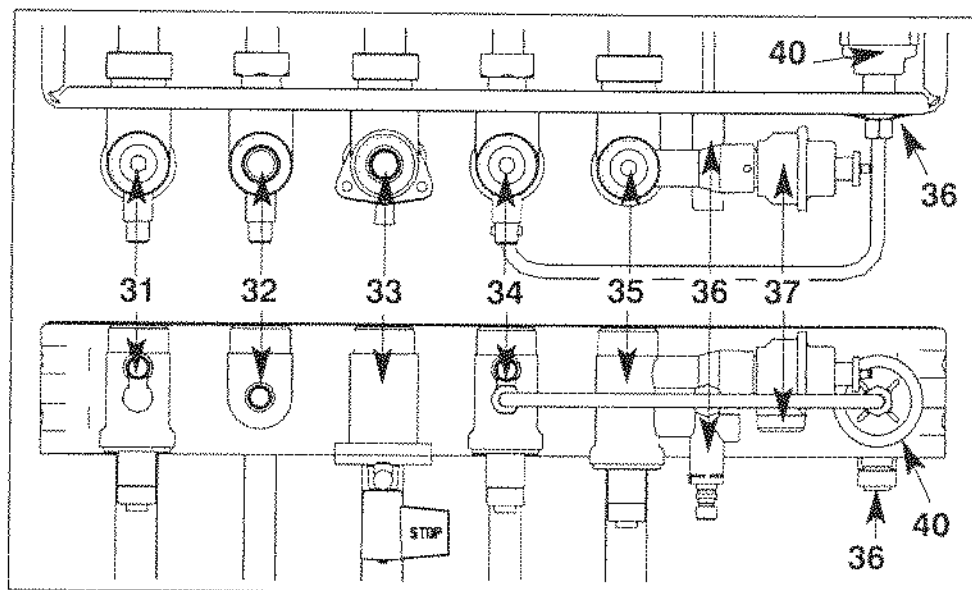

Fig. 22 - vues de dessus et de face
Barrette robinetterie (fig. 22)
4. Ouvrez l'arrivée du gaz en tournant le robinet gaz "33" (fig. 22, page 20), sur la position « ▲ ».
- Coupez l'arrivée du gaz en tournant le robinet "33" (fig. 22, page 20), sur la position «STOP».
Dans certains cas d'installation, il est possible qu'il se produise, après puisage d'eau chaude, un léger réchauffement de la canalisation (et éventuellement d'un radiateur). Pour l'éviter, il suffit de fermer le robinet départ chauffage "31" (fig.22, page 20).